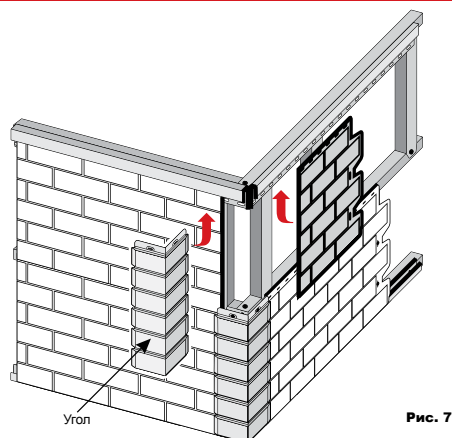

Рис. 7
- Углы необходимо устанавливать последовательно после завершения монтажа каждого ряда. (рис.7)